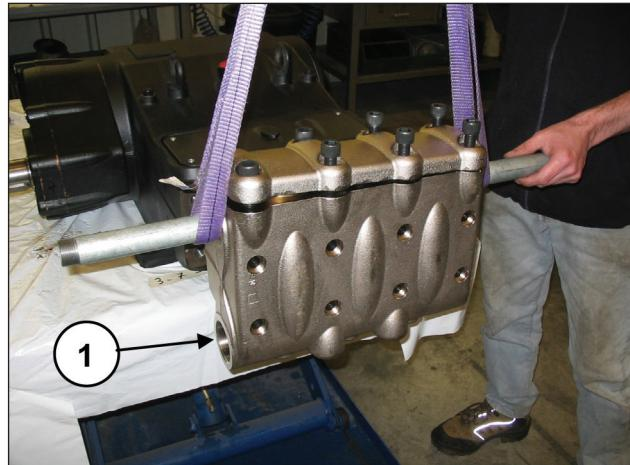
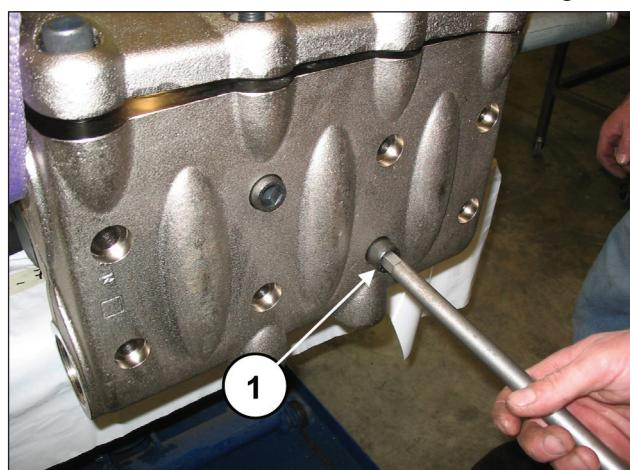

Fig. 117
Fig. 118
Montar la cabeza en el cárter de la bomba (pos. ①, Fig. 117) sin golpear los pistones y apretar los 8 tornillos M16x180 (pos. ①, Fig. 118).
Apretar en diagonal los 8 tornillos M16x180 internos (ver Fig. 117) y a continuación los 4 externos.